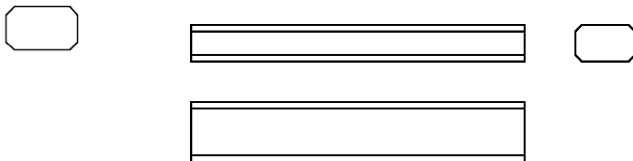

图 4-71 键 B18 × 100 轮廓
(1) 打开源文件“方头平键轮廓（键 B18 × 100）”，如图 4-71 所示。